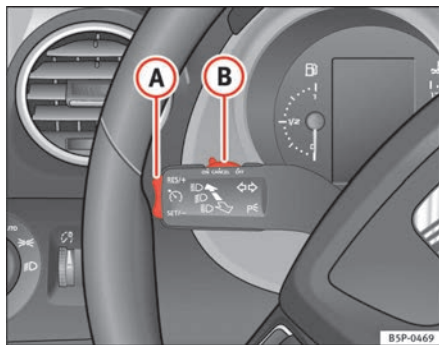

Abb. 148 Blinker- und Fernlichthebel: Schalter und Wippe für die Geschwindigkeitsregelanlage
- Drücken Sie den unteren Teil der Wippe **SET/-** ⇒ Abb. 148 **A** einmal kurz, wenn die zu speichernde Geschwindigkeit erreicht worden ist.